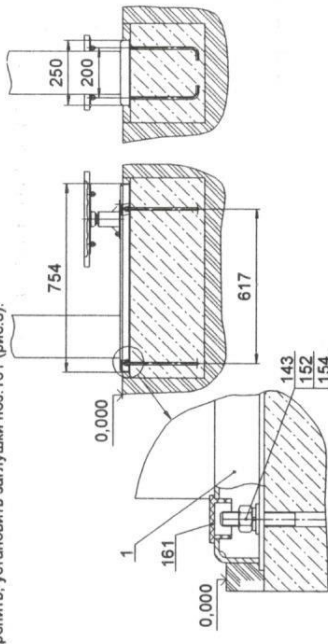

Рис.3
- 10.3.2 Убедиться в сухости и прочности залитого бетона. Установить стойку с узлом вращения (поз. 1) на анкерные болты и закрепить, установить заглушки поз.161 (рис.3).